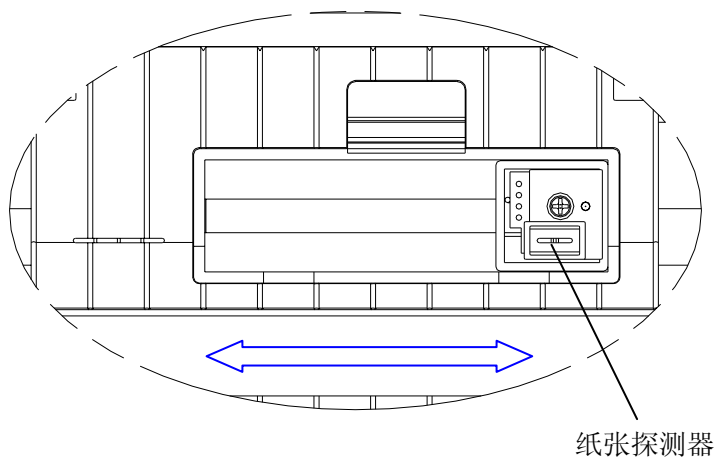

图 7-2
4. 掀开纸张探测器盖, 左右拨动纸张探测器到合适位置(图 7-2);